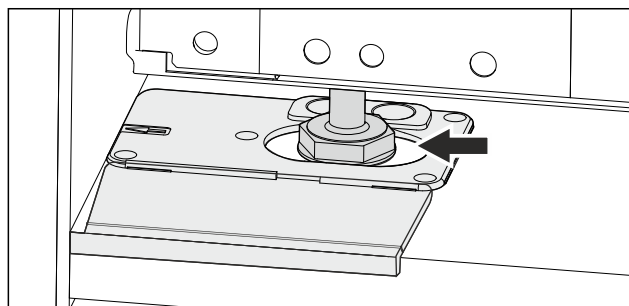

Fig. 45
- Regolare l'apparecchio sui piedi di regolazione. Fig. 45 ()